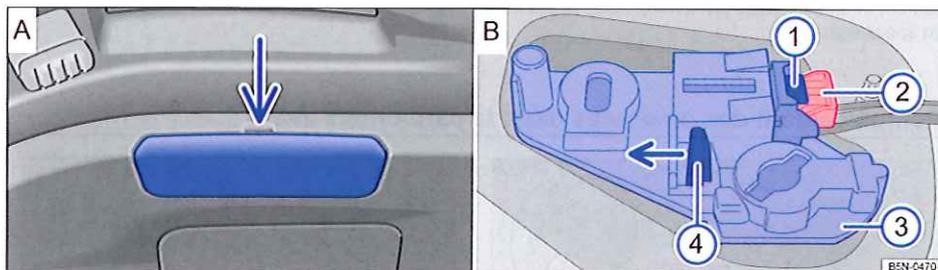

Fig. 237 Dans le hayon : A : retrait du cache et B : extraction du porte-ampoules.
- Retirez avec précaution le cache de l'évidement en faisant levier avec la lame plate du tournevis compris dans l'outillage de bord (⇒ page 396) ⇒ fig. 237 A.
- Retirez l'étrier de sûreté rouge ② B, comme représenté sur la figure, puis débranchez le connecteur électrique lorsque le levier ① B est poussé.
- Poussez la languette de verrouillage ④ B dans le sens de la flèche puis retirez le porte-ampoule ③ B.
8. Enfoncez le connecteur électrique dans le porte-ampoule jusqu'à ce qu'il s'encliquette de manière audible. Enfoncez l'étrier de sûreté rouge ⇒ fig. 237 ② B.